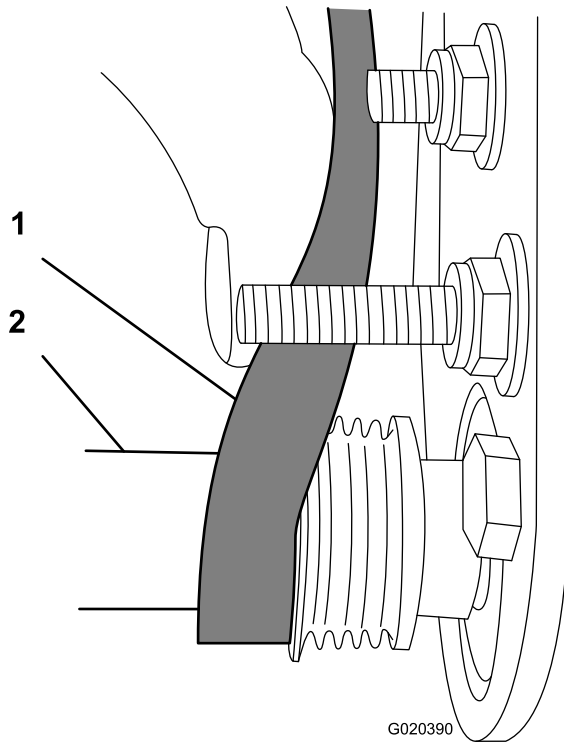

Bild 24
- C. Drehen Sie die Bürste mit einem 9/16"-Sechskantschlüssel und verlegen Sie den Riemen auf der Antriebsriemenscheibe (Bild 24).